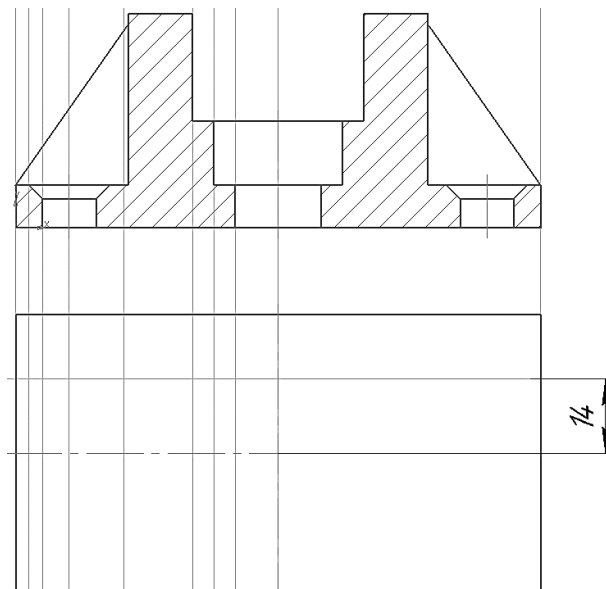

Рис. 128. Построение вспомогательных параллельных прямых
12.1 Для точного размещения левого верхнего крепежного отверстия постройте **вспомогательную прямую** , параллельную горизонтальной оси прямоугольника, на расстоянии 14 мм (рис. 128).